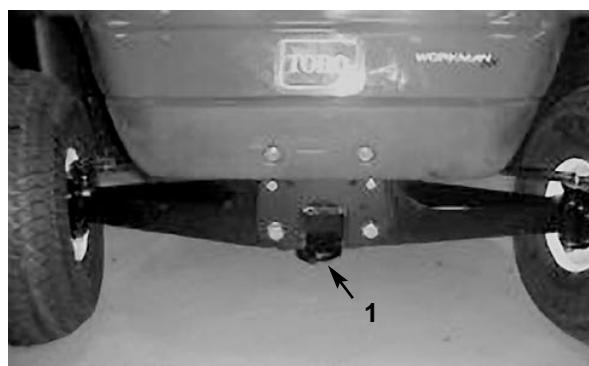

Figure 13
2. Accrochez un câble de remorquage à la flèche d'attelage située sur le longeron avant du châssis (Fig. 13).